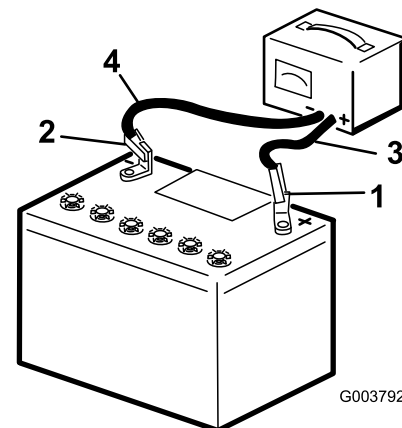

Figure 52
2. Chargez la batterie pendant 4 à 8 heures à un régime de 3 à 4 A (Figure 52). Ne chargez pas la batterie excessivement.
débranchez les fils du chargeur des bornes de la batterie (Figure 52).